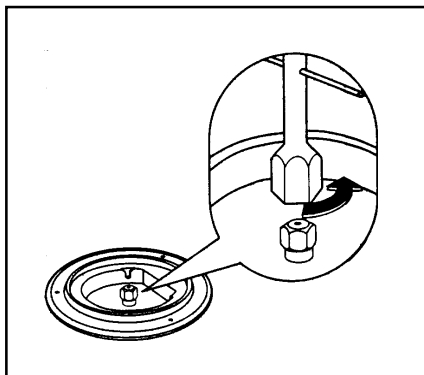

Рис. 5
- Торцевым ключом на 7 отвинтите и снимите форсунки (рис. 5), замените их на форсунки, соответствующие используемому типу газа (см. таблицу “Инжекторы”).